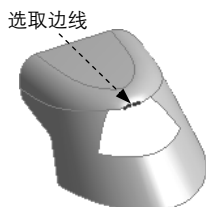

图 3.5.18 定义要延伸的边
- 步骤 06** 定义要延伸的边。在模型中选取图 3.5.18 所示的边线，在 “Details View” 对话框